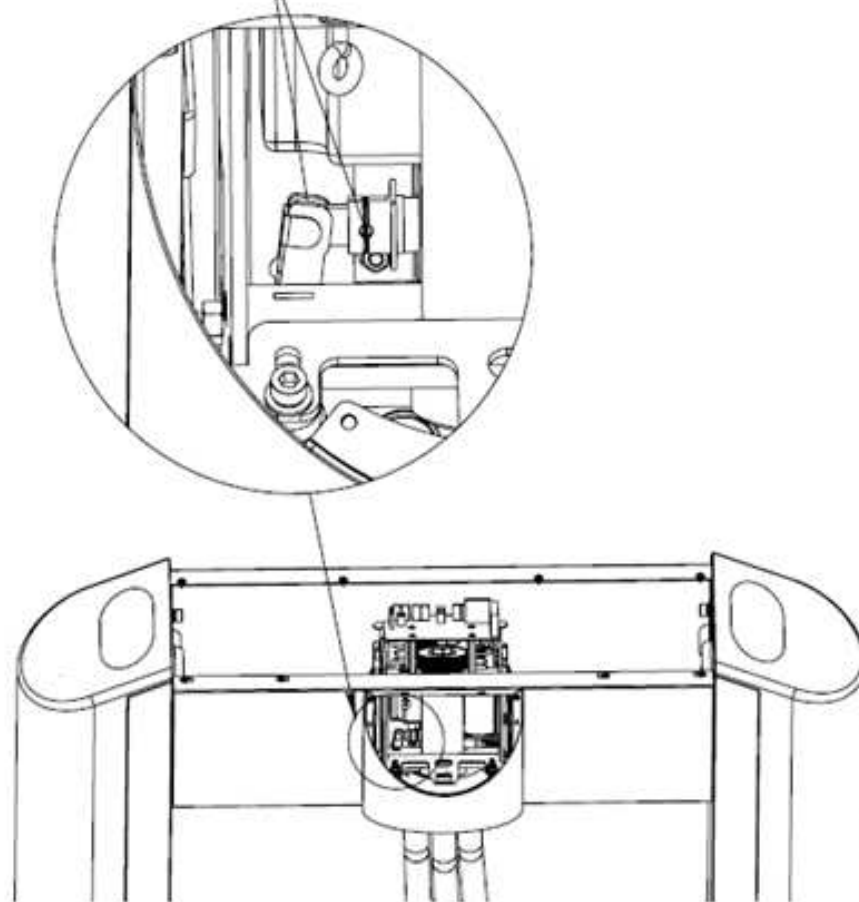

Рис. 11
5.3. Серьга между блоком стопора и соленоидом (рис. 11).